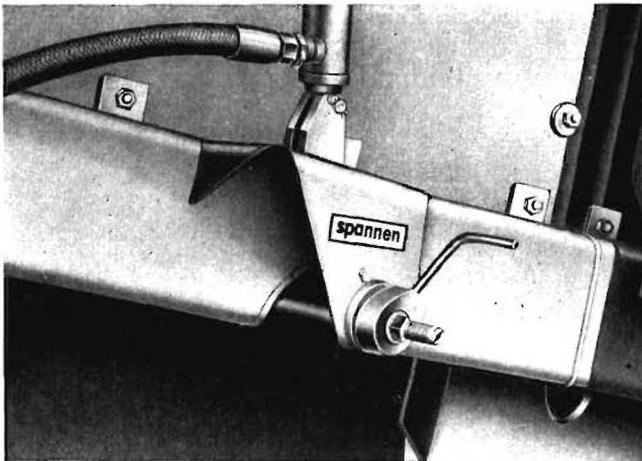

Bild 9
- Nachlassen der Stellspindel zu der Seite, an der das Tuch nicht anläuft, durch Drehen der Verstellmutter (Bild 9)